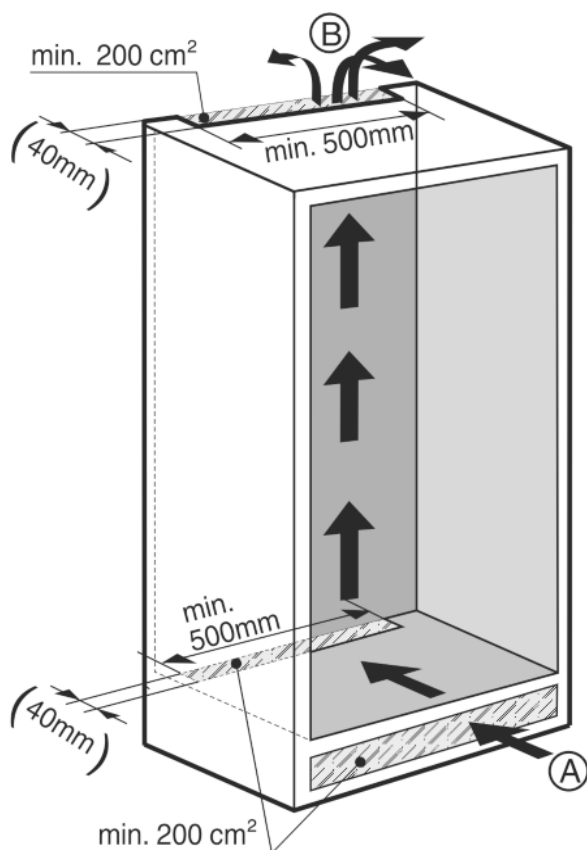

Fig. 3
- Трябва да е налично ефективно напречно сечение за вентилация от поне 200 cm2 на уред при входа на въздуха Fig. 3 (A) и изхода на въздуха Fig. 3 (B).